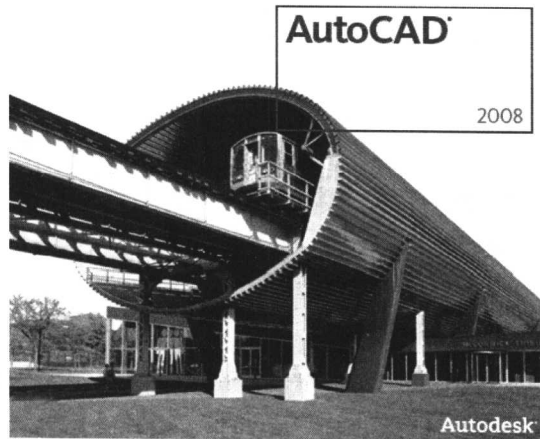

图 1.1 【新功能专题研习】界面
- (1) 双击桌面上 AutoCAD 2008 中文版快捷方式图标,启动 AutoCAD 软件。
- (2) 显示出【新功能专题研习】界面,提示是否要查看新功能,选中【不,不再显示此消息】单选按钮,如图 1.1 所示,单击【确定】按钮。